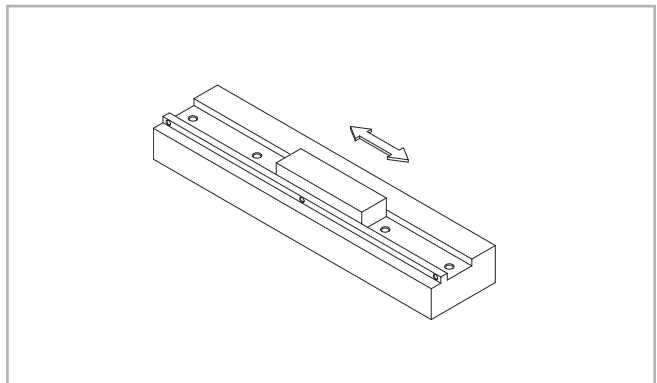

Abb. 51
(1) Die Montagefläche mit einem Ölstein abziehen, sowie Grate, Unebenheiten und Schmutz entfernen (s. Abb. 51).